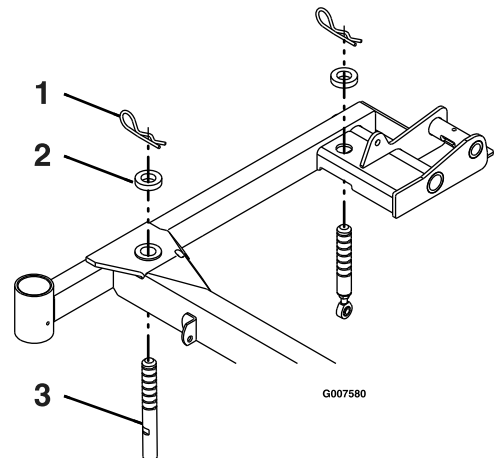

Figura 69
3. Verifique se todos os pernos de gancho estão nos orifícios de 7,62 cm de altura da plataforma do cortador com os espaçadores debaixo dos pernos de gancho (Figura 69)
4. Encurtar ou esticar cada pino de apoio da plataforma do cortador para obter uma altura da ponta da lâmina de 7,62 cm no frente da plataforma e 8,26 cm na traseira da plataforma (Figura 69).